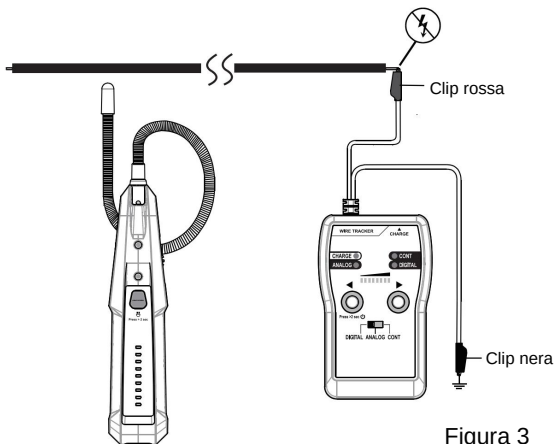

Figura 3
1. Come mostrato nella Figura 3, collegare la clip a coccodrillo rossa del trasmettitore al filo da tracciare e la pinza a coccodrillo nera a terra (ad esempio utilizzando l'accessorio chiodo di messa a terra).